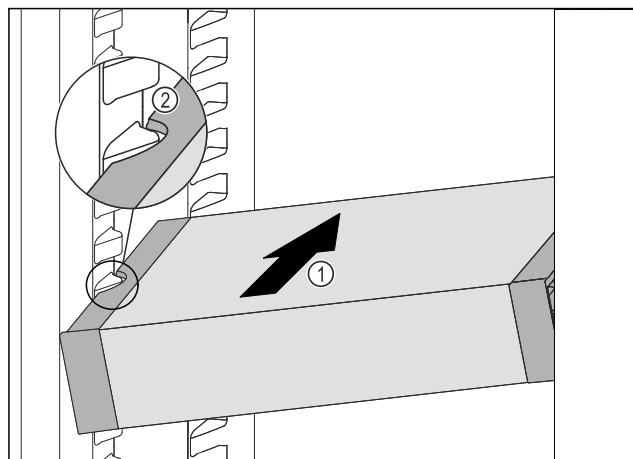

Fig. 129
- ▶ VarioSafe skjuts in snett i kyldelen *Fig. 129 (1)*, tills sidofördjupningarna *Fig. 129 (2)* hos VarioSafe är i samma nivå som behållarlisterna i kyldelen.